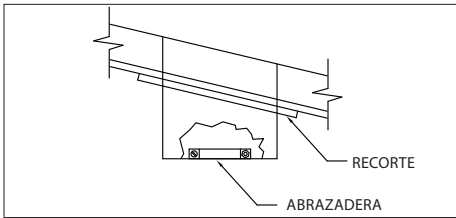

Figura 23
8. Coloque la abrazadera para tubo, (que viene como un componente de la caja apoyo) alrededor de la parte superior del agujero en fondo de la caja de apoyo (**Figura 23**).